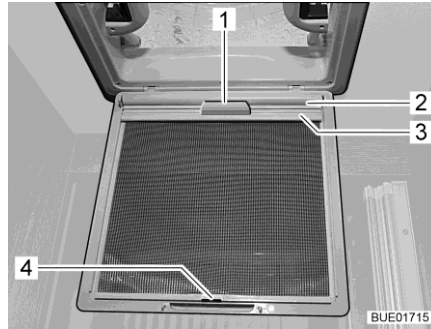

Bild 27 Verdunklungsrollo (Dachhaube)
- Verdunklungsrollo (Bild 27,2) am Griff (Bild 27,1) herausziehen und Halteleiste (Bild 27,3) in den Haken (Bild 27,4) am Insektenschutz einhängen.
- Halteleiste (Bild 27,3) vom Haken (Bild 27,4) lösen und Verdunklungsrollo (Bild 27,2) am Griff (Bild 27,1) langsam zurückführen.